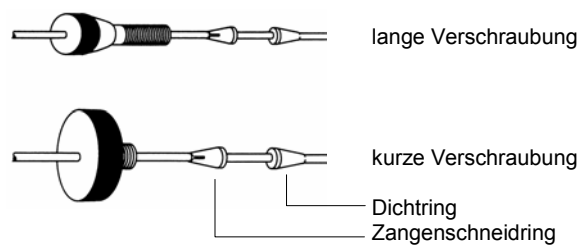

Abb. 12 DYNASEAL Kapillarverbindungen
1. Verbinden Sie den Ausgang der HPLC-Säule mittels einer Kapillare mit dem Eingang (IN) des Detektors.
2. Führen Sie die Verschraubung, den Zangenschneidring und den Dichtring auf die Kapillare (bei Sechskant-Verschraubungen nur Verschraubung und Schneidring). Achten Sie auf Reihenfolge und Ausrichtung der Fittings, siehe Abb. 12.